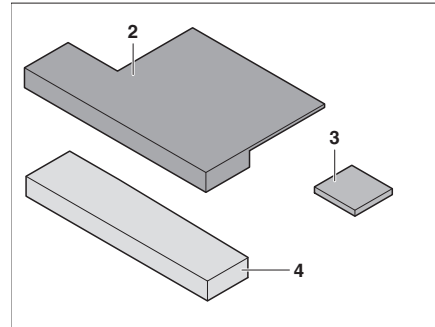

Fig. 188 Coussin supplémentaire
- Mettre en place la cale de siège (Fig. 188,3) au coussin supplémentaire (Fig. 188,2) (avec fermeture Velcro).